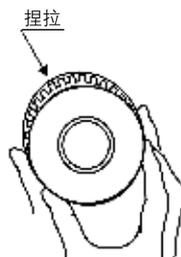

图2 取下活塞密封圈
- ③9活塞密封圈: 如图2所示取下。
- ④0缸筒静密封圈: 用精密螺丝刀等拔出。